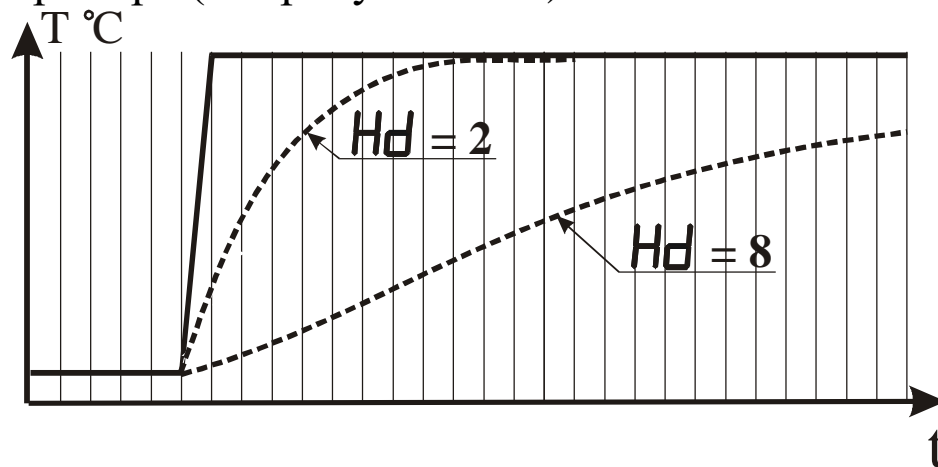

Рисунок 3.17 - Влияние параметра “Время усреднения” на показания прибора при различных значениях параметра Hd
3.3.3.8 Параметр “Время усреднения” указывают в количестве периодов опроса входного датчика ($N_{\text{опр.}}$). Этот параметр позволяет добиться более плавного изменения показаний прибора. Для этого производится вычисление среднего арифметического из последних ($N_{\text{опр.}}$) измерений. При значении параметра равном 0 интегратор выключен. Уменьшение значения времени усреднения приводит к более быстрой реакции прибора на скачкообразные изменения измеряемого параметра, но снижает помехозащищенность прибора (см. рисунок 3.17).